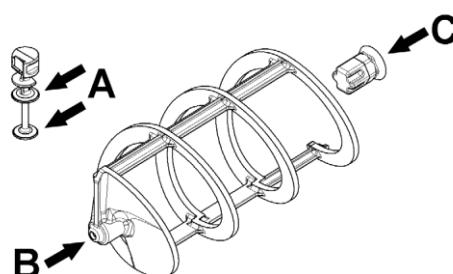

Рис. 9
- 2** Смазать поршень крана, шестигранное соединение и миксер в точках, указанных на Рис. 9, смазкой, поставляемой вместе с фризером или смазкой для пищевого оборудования.